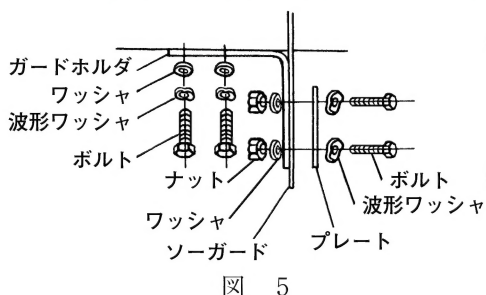

図 5
- (1) まず、ガードホルダに接触予防装置(保護カバー)を取付けます。この際プレートなどを図 5 のように重ね、ボルトを締めてください。
- (2) ソーガードがのこ刃の真上にくるようにして、ガードホルダをテーブル後端に取付けます。